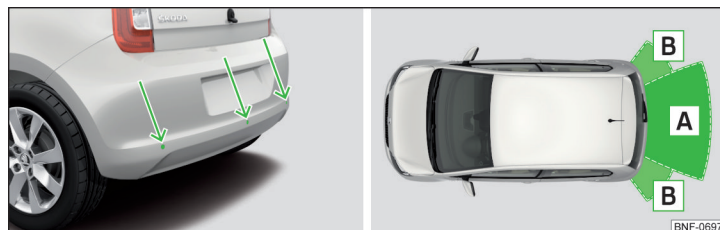

Fig. 125 Sensorernes placering / Sensorernes rækkevidde
- Hold systemets sensorer » Fig. 125 på side 103 rene og fri for sne og is, og dæk dem ikke til med nogen former for genstande, da systemets funktion ellers kan blive begrænset.
Systemet beregner afstanden mellem stødfangeren og en forhindring ved hjælp af ultralydsbølger. Ultralydssensorerne sidder i den bageste stødfanger » Fig. 125.
Sensorernes omtrentlige rækkevidde » Fig. 125